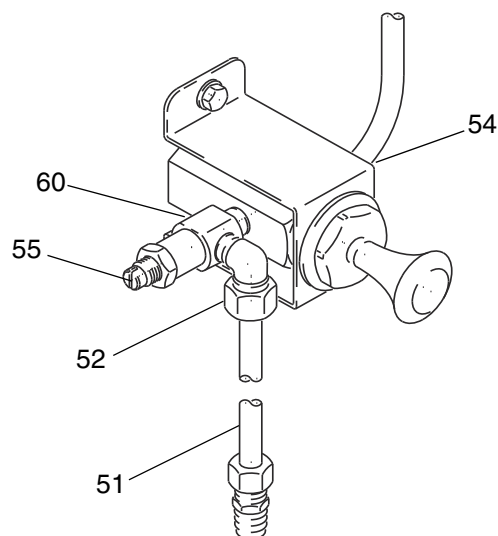

FIG. 5
Avvitare la valvola di restrizione (55) sulla valvola a trazione (60) come mostrato in FIG. 5. Montare la valvola sulla parete ad un'altezza appropriata, mediante la staffa di montaggio (54). Collegare l'alimentazione aria principale alla valvola. Avvitare il raccordo a gomito (52) sull'ingresso della valvola di restrizione da 1/8 npt(f). Spingere un'estremità del tubo di rame (51) nel gomito e serrare il raccordo. Avvitare il raccordo diretto (53) sulla base (17) dell'innalzatore. Spingere l'altra estremità del tubo di rame (51) in questo raccordo e serrarlo.